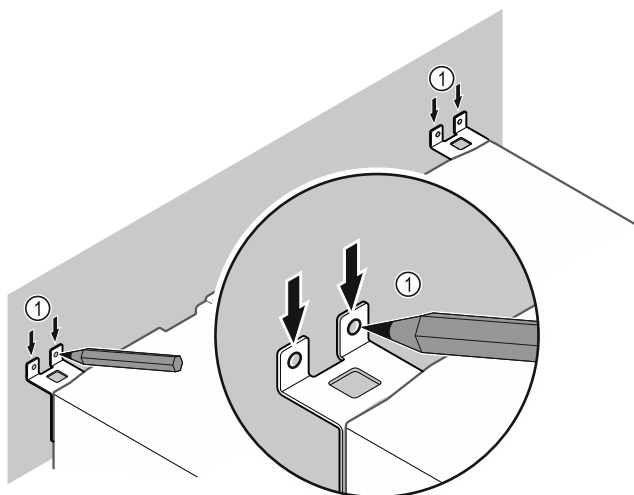

Fig. 11
- ▶ Padarykite ant sienos žymas Fig. 11 (1).